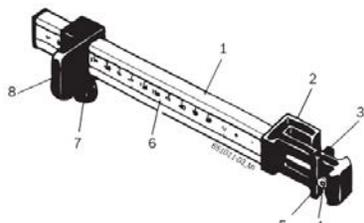

Рис. 6. Ручной штангенциркуль:
2. Установите требуемый приклеивающийся балансировочный грузик в щипцы для наружных грузиков (рис. 6, поз. 5).
5. Установите второй требуемый приклеивающийся балансировочный грузик в щипцы для внутренних грузиков (рис. 6, поз. 3).